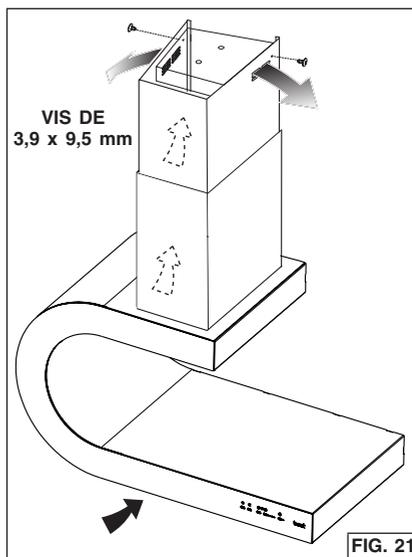

FIG. 21
9. Fixez le conduit supérieur au caisson avec deux (2) vis de 3,9 x 9,5 mm à tête cylindrique. Les fentes d'aération doivent être alignées sur les ouvertures du caisson. Fig. 21.